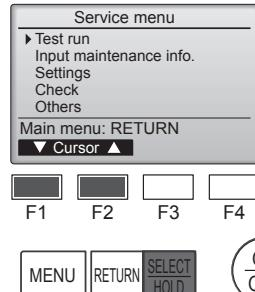

Fig. 8-1
- Seleccione "Test run" (Modo prueba) desde el menú Servicio, y pulse el botón [SELECT/HOLD]. (Fig. 8-1)